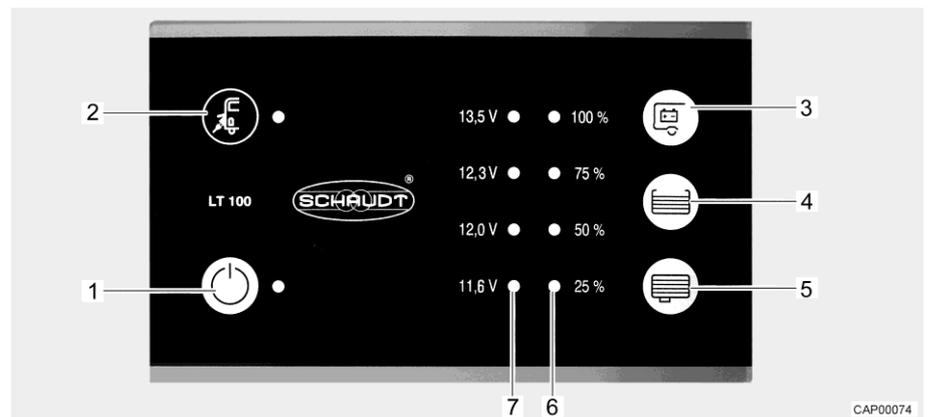

Bild 63 Panel (LT 100)
Netzanschluss Die gelbe LED beim Symbol Netzanschluss "" (Bild 63,2) leuchtet, wenn das Fahrzeug an eine externe Netzversorgung angeschlossen ist. Die LED leuchtet dann auch bei ausgeschaltetem Panel.
Der 12-V-Hauptschalter (Bild 63,1) schaltet das Panel und die 12-V-Versorgung des Wohnraums ein und aus.
Einschalten: ■ Schalter "" (Bild 63,1) drücken: Die 12-V-Versorgung des Wohnraums ist eingeschaltet. Die LED leuchtet grün.
Ausschalten: ■ Schalter "" (Bild 63,1) erneut drücken: Die 12-V-Versorgung des Wohnraums ist ausgeschaltet. Die LED erlischt.
Die LED-Skala (Bild 63,7) zeigt die Batteriespannung der Wohnraumbatterie wie folgt an:
Batteriespannung anzeigen: ■ Taste "" (Bild 63,3) drücken: Die Batteriespannung der Wohnraumbatterie wird angezeigt.
Die LED-Skala (Bild 63,6) zeigt den Füllstand des Frischwassertanks oder des Abwassertanks an.
- Füllstand anzeigen:** Taste "☰" (Bild 63,4) drücken: Der Füllstand des Frischwassertanks wird durch leuchtende LEDs angezeigt.
- Taste "☷" (Bild 63,5) drücken: Der Füllstand des Abwassertanks wird durch leuchtende LEDs angezeigt.